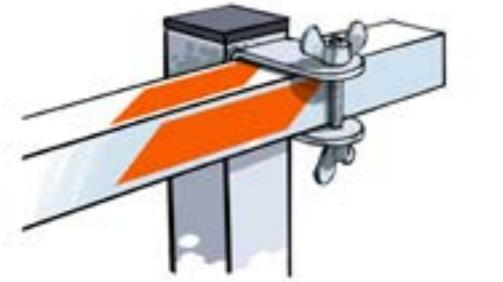

Abbildung 10
- Stecken Sie den ersten Holm mit dem Koppelteil durch die obere Befestigungssöse des ersten und zweiten Ständers. Der offene Teil des Holmes muss ca. 10 cm aus der zweiten Holmbefestigungssöse herausragen (siehe Abb. 10).